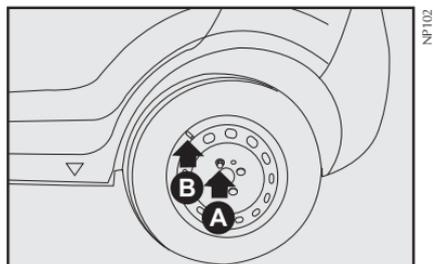

fig. 8
7) Introduzca el primer tornillo **A-fig. 8**, en el orificio más cercano a la válvula de inflado **B-fig. 8**.